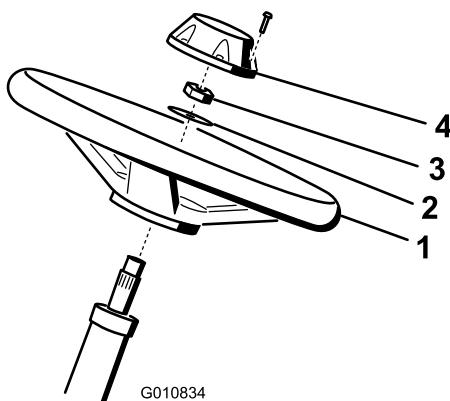

Figura 3
- Deslice el volante sobre la columna de dirección (Figura 3).
- Deslice la arandela sobre la columna de dirección (Figura 3).
- Sujete el volante a la columna con una contratuerca y apriétela a 27–35 N·m (Figura 3).
- Sujete el embellecedor al volante con el tornillo (Figura 3).